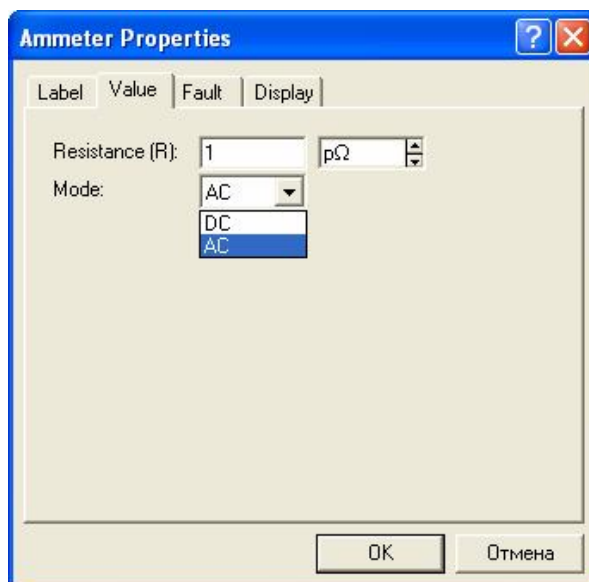

Рис.1.5. Окно свойств амперметра в редакторе Electronics Workbench
1. По умолчанию тип измерительных приборов в программе установлен на «постоянный ток» - DC. Так как моделирование проводится для системы переменного тока нужно изменить тип используемых измерительных приборов на «переменный ток» - AC. Для этого, открыв двойным щелчком мыши, окно свойств измерительного прибора, выберите вкладку «Value», и в раскрывающемся списке «Mode» установите AC (рис. 1.5). Для уменьшения погрешности измерений можно выставить величину внутреннего сопротивления амперметра в $1 \cdot 10^{-12}$ Ом (Resistance – 1 pΩ).